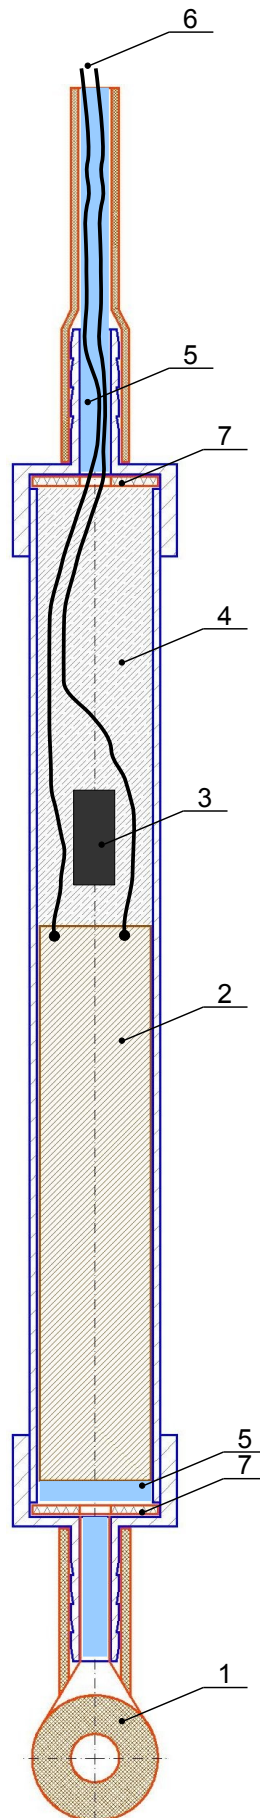

Рисунок 5. Схема
Электронная часть (рисунок 5) включает в себя индуктивный сенсор (1), микропроцессорное устройство (2), датчик температуры (3) и витую пару соединительных проводов (6), ведущих к регистратору.
Герметизирующее наполнение (рисунок 5) служит для защиты электронной части датчика от попадания жидкости извне.
- 4.3.1 Избегать ударов измерительного блока о какие-либо предметы. Индуктивный сенсор (1) (рисунок 5) изготовлен из хрупких материалов и может быть повреждён или утратить свои свойства.